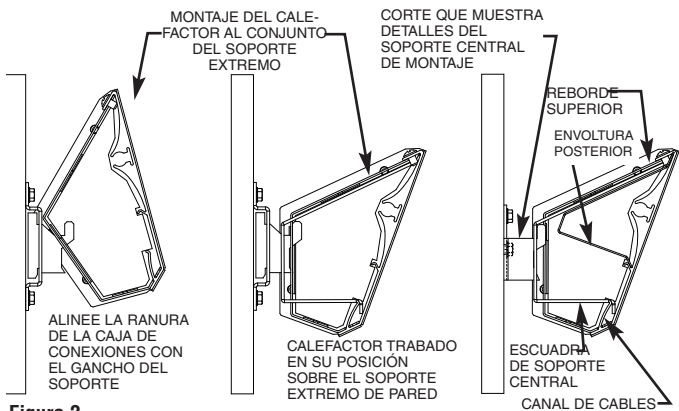

Figura 2
4. Para montar el calefactor, fije la escuadra de soporte central al soporte central de pared inclinando el calefactor hacia atrás y haciendo que la ranura superior caiga sobre el gancho del soporte, según se indica en la Figura 2. Fije las cajas de conexiones a los soportes extremos de pared en forma similar. Lleve el calefactor hacia adelante, para fijarlo en su posición.
4. Para montar el calefactor, fije las escuadras de soporte central a los soportes centrales de pared inclinando el calefactor hacia atrás y haciendo que la ranura superior caiga sobre el gancho del soporte, según se indica en la Figura 2. Fije las cajas de conexiones a los soportes extremos de pared en forma similar. Lleve el calefactor hacia adelante, para fijarlo en su posición.